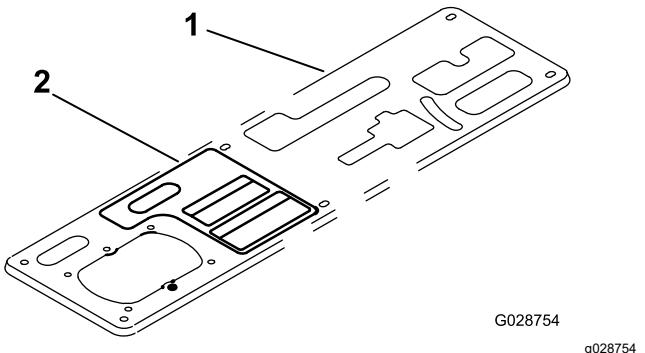

Figura 15
8. Limpie la placa de la consola e instale la pegatina de funcionamiento en la consola, cerca de la palanca de la TDF. Coloque la pegatina como se muestra en Figura 15.